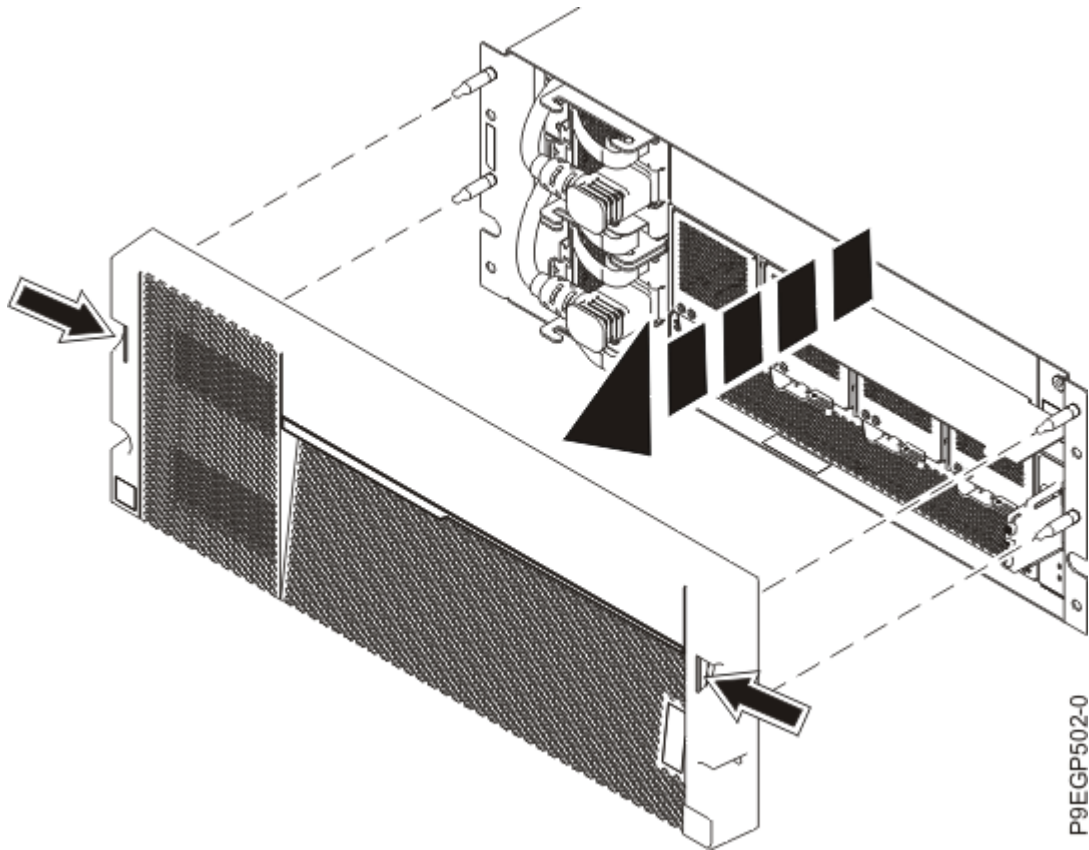

Figure 8. Retrait du capot et de la carte des informations de maintenance
- b. A l'aide des deux points de contact de couleur bleue situés de chaque côté du tiroir, retirez le capot de façon bien droite de la partie avant du tiroir, comme illustré dans la Figure 8, à la page 12.